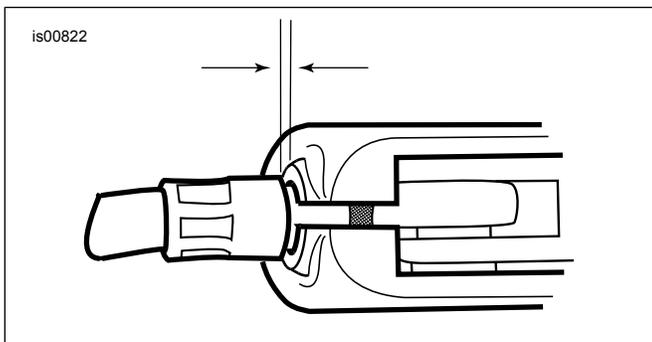

Figure 3. Jeu du câble d'embrayage, 1/16-1/8 po (1,6-3,2 mm)
9. Consultez Figure 3 . Maintenir l'ajusteur à l'aide d'une clé de 1/2 po et utiliser une clé de 9/16 po pour serrer le contre-écrou contre l'ajusteur de câble. Couvrir le mécanisme du câble d'ajusteur avec la gaine de caoutchouc.